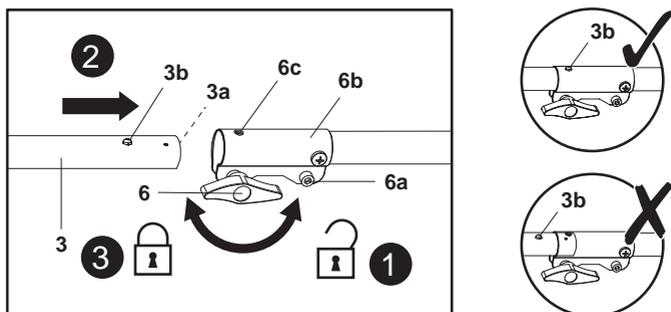

Fig. 1
1. Afloje la perilla de bloqueo (6) hacia la izquierda (Fig. 1, paso 1).
2. Por ejemplo: Retire primero la funda protectora (3a) y, a continuación, alinee la barra del cortabordes/la desbrozadora (3) con el manguito de bloqueo (6c) e insértela (Fig. 1, paso 2). Asegúrese de que el pasador de bloqueo (3b) coincide con el orificio (6c).
4. Fije las uniones con la perilla de bloqueo (6) (Fig. 1, paso 3).